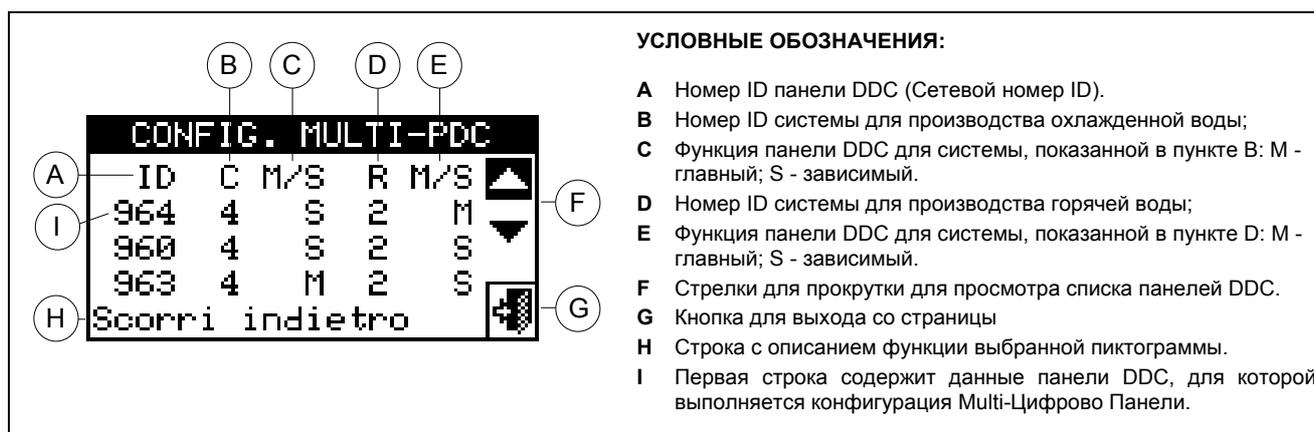

Рисунок 18 – ПРИМЕР СТРАНИЦЫ МЕНЮ КОНФИГУРАЦИИ АППАРАТОВ
На дисплеях всех панелей DDC начинают показываться данные о своих аппаратах и аппаратах других DDC как показано на Рисунок 18. На первой строке показывается информация о панели DDC, по которой показываются данные. Последующие строки относятся к другим панелям DDC в сети. На приведенном ниже рисунке показаны параметры, показываемые во время конфигурации Multi-DDC.
- 7 - Будет показана страница, на которой выйдут данные, описанные на Рисунок 18 и относящиеся к панели DDC, на которой выполняется конфигураци Multi-DDC.